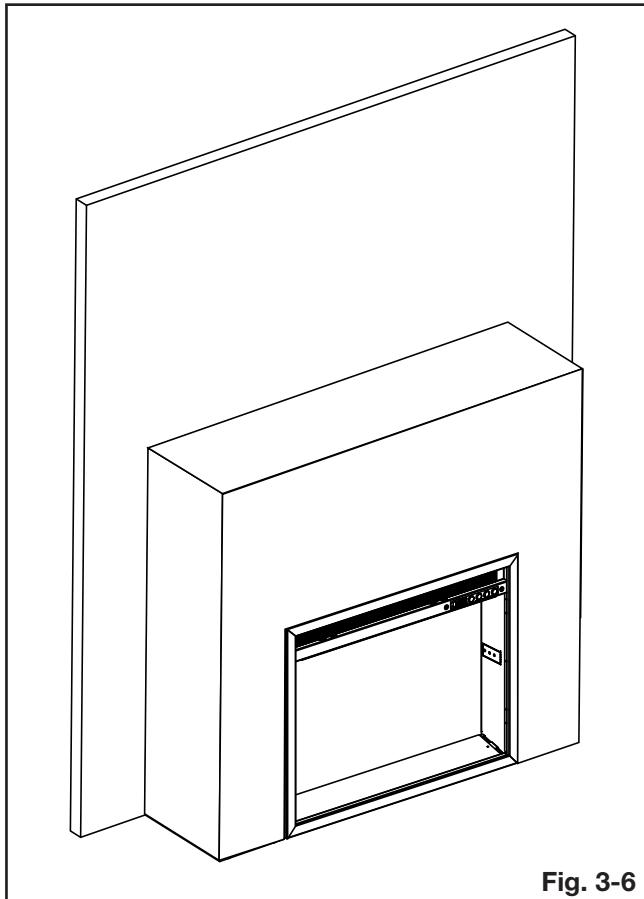

Fig. 3-6
6. Soulevez délicatement l'appareil dans la charpente finie (**Fig. 3-6**).